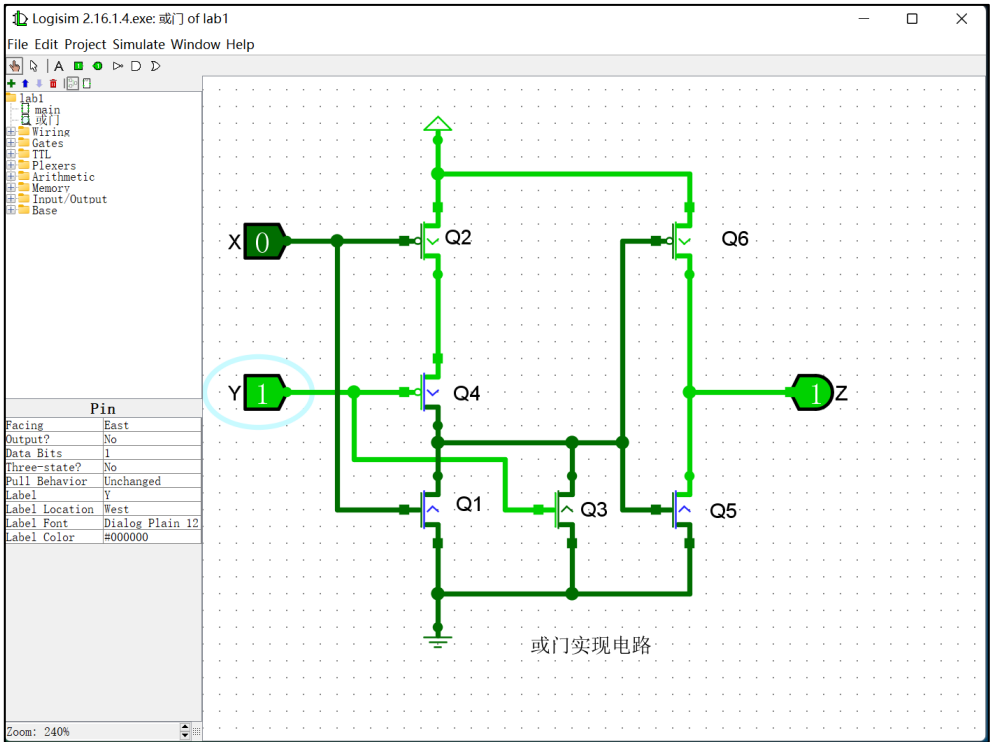

图 1.11 实现或门时的电路验证图
5) 仿真验证电路。如图 1.11 所示, 进入仿真状态, 改变输入引脚赋值, 记录输出引脚值。保存电路设